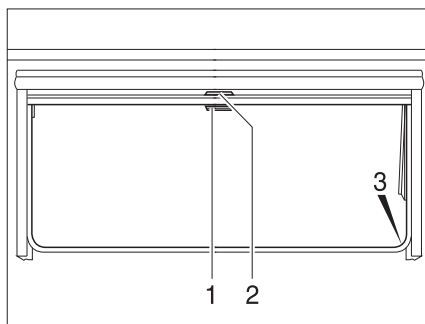

Bild 41 Överkantshängda fönster
- Drag ned mörklägningsrullgardinen med handtaget (Bild 41,2). När mörklägningsrullgardinen dras ned helt fäster man det i spärrarna (Bild 41,3) på båda sidorna på fönsterkarmen.
- När mörklägningsrullgardinen är helt neddragen: Tryck ned handtaget (Bild 41,2) och drag det något inåt. Nu kan man ta loss mörklägningsrullgardinen ur spärrarna på båda sidorna av fönsterkarmen.
- När mörklägningsrullgardinen inte är helt neddragen: Drag handtaget (Bild 41,2) lätt nedåt tills spärren släpper.
- Drag ner insektsnätet med handtaget (Bild 41,1) och fäst det i spärrarna (Bild 41,3) på båda sidorna av fönsterkarmen.
- Tryck ned handtaget (Bild 41,1) och drag det något inåt. Lossa insektsnätet ur spärrarna på båda sidorna av fönsterkarmen.